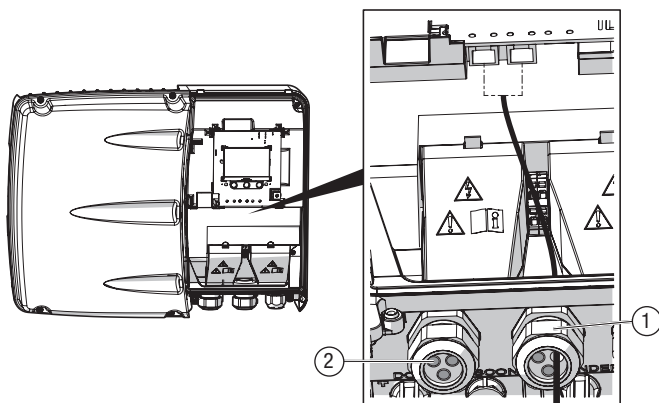

Bild 20 Anschluss der Netzkabel
Um die Dichtheit des Wechselrichters zu gewährleisten, sind die unbenutzten Durchführungen in den Kabelverschraubungen mit den Verschlussbolzen zu verschließen (Beispiel siehe Bild 20/Pos. 2). Die Verschlussbolzen sind im Lieferumfang enthalten.
2. Führen Sie das Netzkabel durch die mittlere Kabelverschraubung (Bild 20/1).
4. Verschließen Sie die unbenutzten Durchführungen in der Mehrfachkabelverschraubung mit den Verschlussbolzen (Bild 20 / 2).